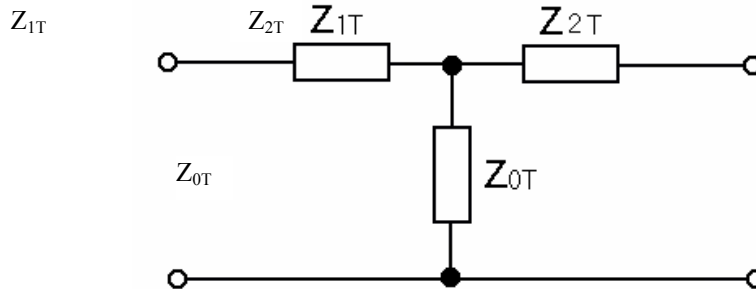

Рис. 5.9
5.8. Определить характеристические параметры симметричного ЧП, если  $Z_{1T} = Z_{2T} = 10 \text{ Ом}$ ,  $Z_{0T} = -j10 \text{ Ом}$  (рис. 5.9).